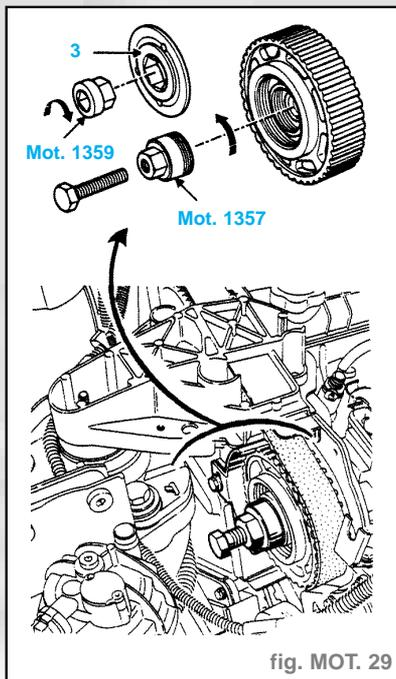

fig. MOT. 29
- Visser en lieu et place de la vis (3), l'outil **Mot. 1357**. Visser dans l'outil **Mot. 1357** une vis **M12 x 125** de **40 mm** de longueur afin de décoller le pignon (fig. MOT. 29).
- Serrer la vis (3) au couple de **9 daN.m** à l'aide de l'outil **Mot. 1359** (fig. MOT. 29).